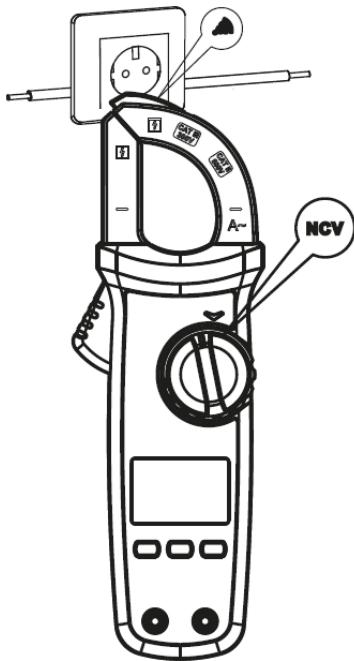

FIGURA 6A
8. Detecção de Campo Elétrico AC sem Contacto (NCV, Figura 6a)